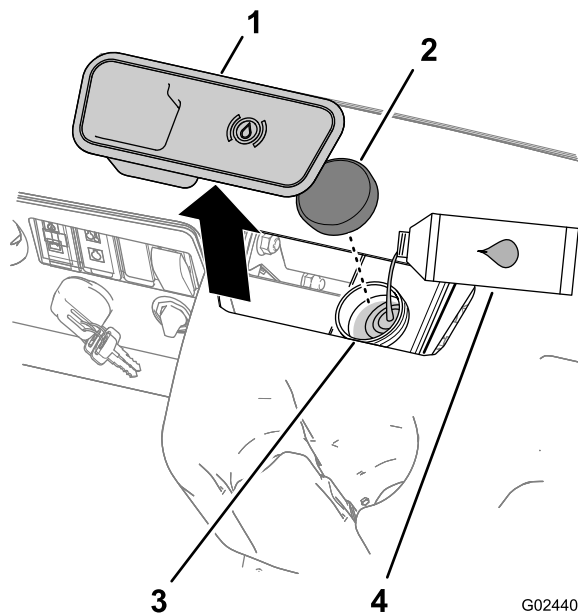

Figure 15
- Enlevez l'obturateur en caoutchouc au centre et en haut du tableau de bord pour accéder au maître-cylindre et au réservoir (Figure 15).
- A. Nettoyez la surface autour du bouchon du réservoir et enlevez le bouchon (Figure 15).
- C. Remettez le bouchon du réservoir (Figure 15).